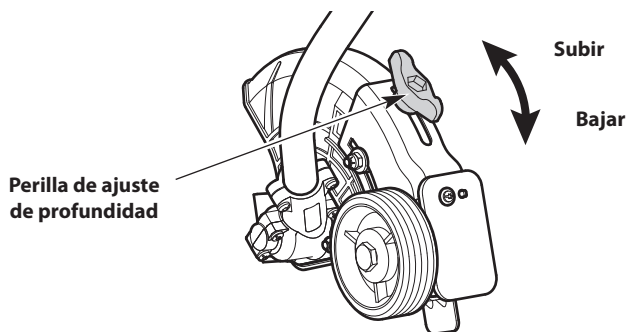

Fig. 15
1. Afloje la perilla de ajuste de profundidad (Fig. 15).